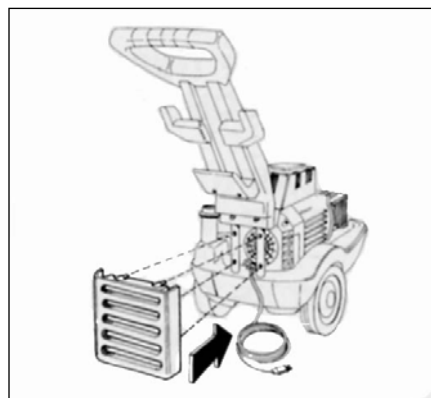

Рис.8
- IV. Установка вентиляционной решетки (Рис.8).